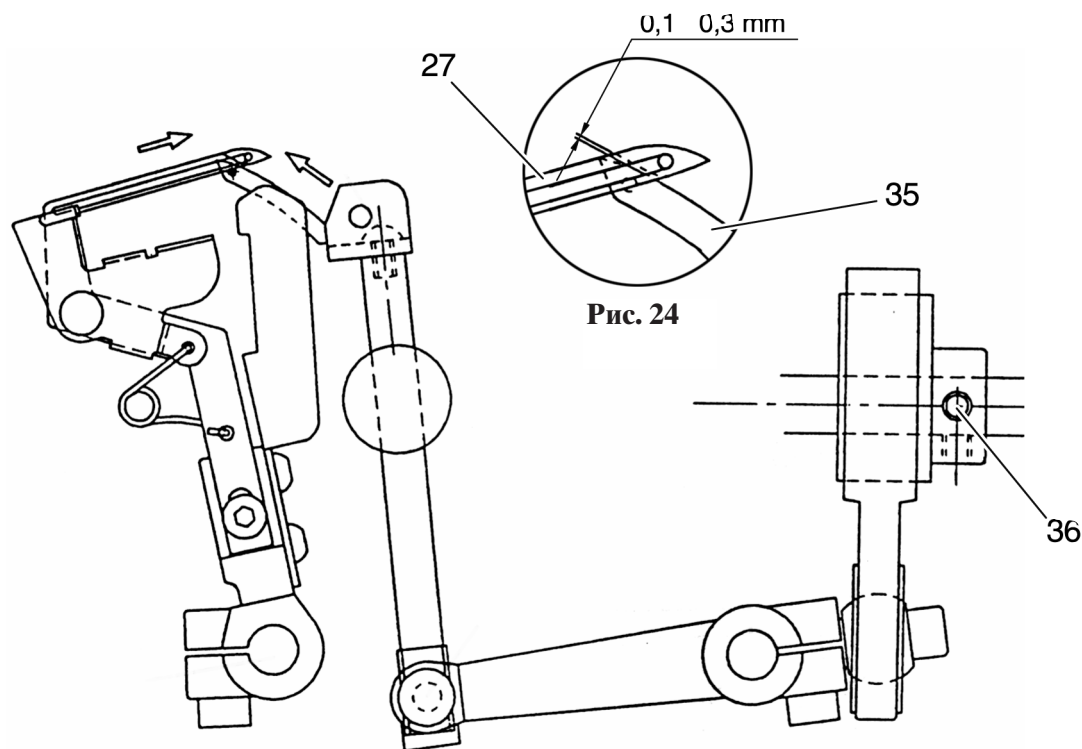

Рис. 24
В тот момент, когда оба петлителя перекрещиваются друг с другом, как показано на рис. 24, расстояние между носиком правого петлителя 16 и головкой левого петлителя 27 должно составлять 0,1 - 0,3 мм.
- Проверните приводной эксцентрик таким образом, чтобы расстояние, между носиком правого петлителя 35 и головкой левого петлителя 27 составляло 0,1 - 0,3 мм (рис. 24).